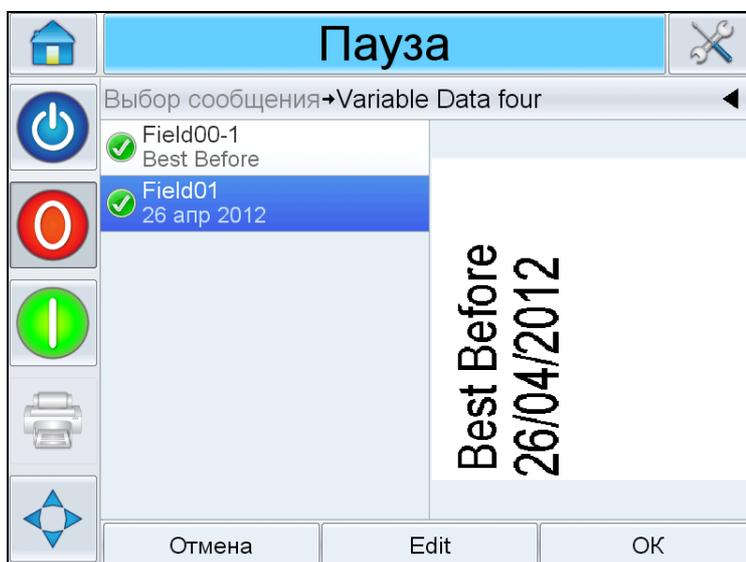

Рис. 6-20: Страница предварительного просмотра
- 8 Нажмите кнопку "OK", чтобы перейти к предварительному просмотру (Рис. 6-20).